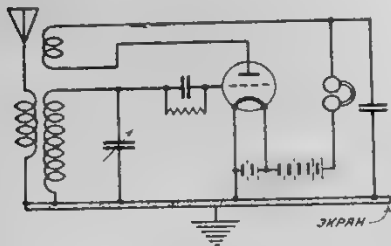

Рис. 4. Схема экранированного приемника.
1. Изменением расположения окружающих предметов относительно приемных контуров. В этом отношении наибольшую неустойчивость вызывает само лицо, оперирующее с приемником. Избавиться от влияния тела человека, оперирующего приемником, на настройку последнего, можно электростатическим экранированием всего приемника, включая и лампу. Экранированный приемник приобретает схему, изображенную на рис. 4. В условиях любительской практики экран лучше всего осуществлять оклейкой всех внутренних стен ящика, в котором помещен